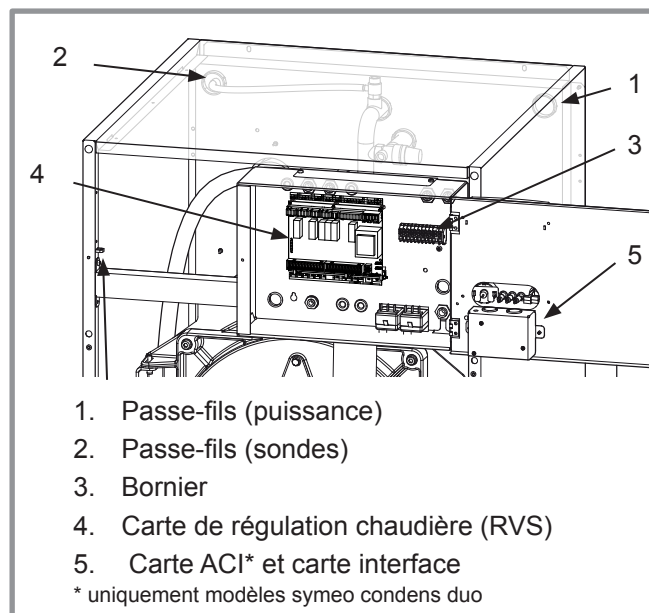

figure 25 - Accès au coffret électrique et descriptif
- Séparer les câbles fort et faible courant afin d'éviter des perturbations. (rep. 1 et 2, figure 25).